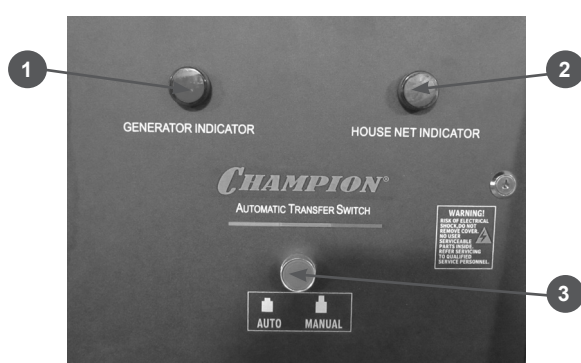

Рис.10
3. Нажмите кнопку (3) Рис.10 для перевода блока в положение «АВТО».
При невозможности запуска генератора после трех попыток, система ATS остановит программу запуска.. В этом случае необходимо проверить и устранить проблему запуска двигателя, а затем перезапустить систему ATS. Для этого необходимо кнопку (3) Рис.10. установить в положение «Ручной» и через 2-3 сек. вновь установить в положение «Авто».